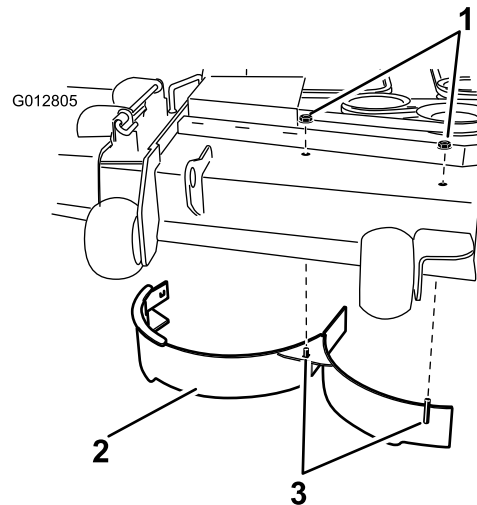

Figure 3
1. Fixez le déflecteur droit à l'aide de 2 écrous (5/16"), comme montré à la Figure 3. Serrez les fixations à la main.